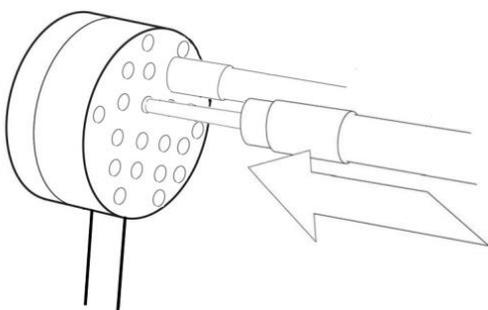

Abbildung 30: Einsetzen des distalen Endes der Lichtwellenleiter in die Laserdusche
- Stecken Sie das distale Ende des Lichtwellenleiters in die gewünschte Bohrung der Laserdusche. Schieben Sie den Lichtwellenleiter so weit vor, dass der Lichtwellenleiter und die Unterseite der Laserdusche bündig abschließen (Abb. 30).